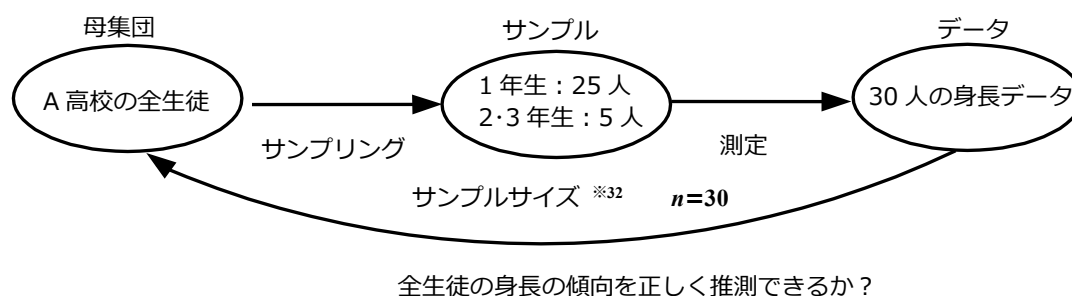

図 2.3 サンプルングに偏りがある場合
(1) で取り上げたA高校に在籍している生徒の身長傾向を把握することを考えます。そのために、母集団である全生徒から30人をサンプリングするとします。このとき、1年生から25人、2年生と3年生から残りの5人をサンプリングした場合には、サンプルの結果から母集団を正しく推測できるでしょうか（図2.3）。この場合は、明らかに1年生に偏った身長の推測となりますので、学年に偏りなくランダムに抽出することが必要です。そのためには、学年別に層別 [2.3節(8)、p.24参照] してサンプリングすることも一つの方法です。